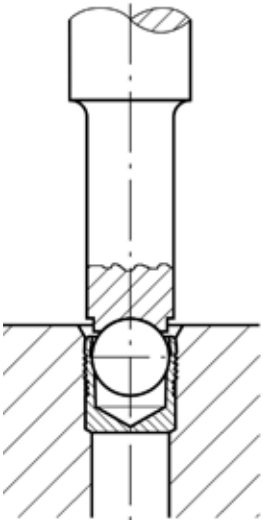

Fig. 2
- 使用压机，将钢球压入套筒，直到钢球顶部低于套筒上沿。(Fig. 2和3). 合适的安装行程S和检测间距X需参照下面表格。